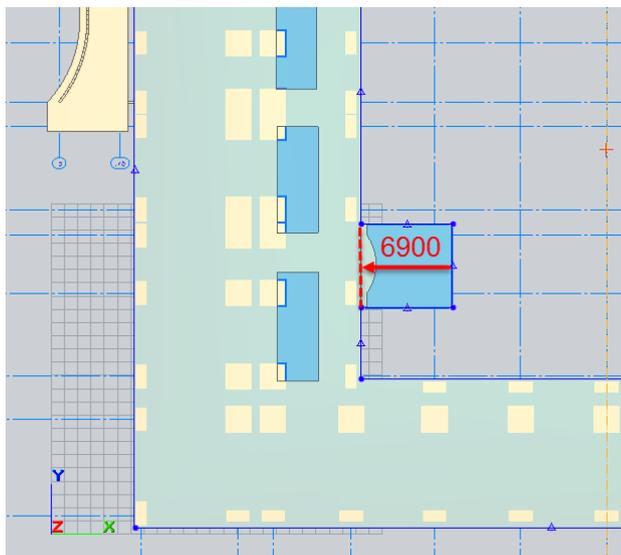

Рис.15.14. Корректировка плиты первого этажа
- Нажмите **Esc**, чтобы снять выделение с плиты (рис.15.14).